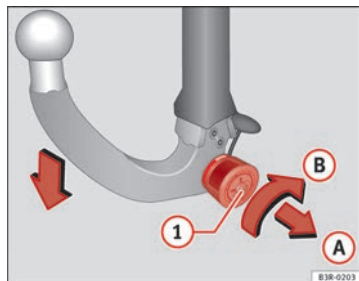

Fig. 159 Dispositivo desmontable para remolque: Desmontar la rótula
- Introduzca la llave en la cerradura (1) ⇒ fig. 159 de la rueda moleteada.